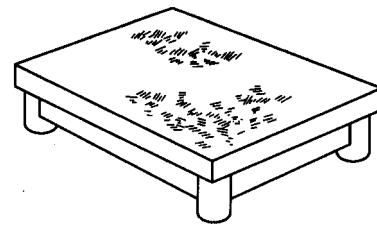

图 2-2 划线平板
(2) 划线平板 划线平板（见图 2-2）由铸铁制成，工作表面经过精刨或刮削加工，作